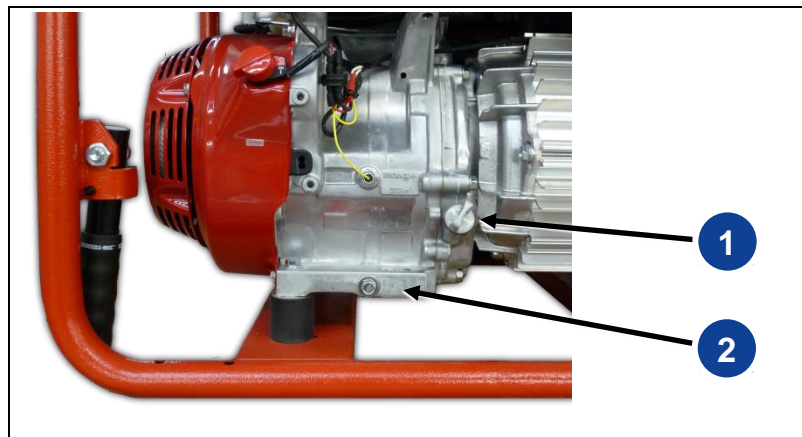

Bild 6-1: Oljesticka och oljeavtappningsplugg
1. Skruva ut den grå oljestickan (Bild 6-1-(1)).
2. Torka av oljestickan (*Bild 6-1-(1)*) en ren trasa.
3. Sätt tillbaka oljestickan (*Bild 6-1-(1)*) och dra ut den igen. Oljenivån på mätstickan måste ligga inom det område som anges i motortillverkarens underhålls- och bruksanvisning för motorn. Om inte, korrigeras genom att fylla på eller tömma ut motorolja!
1. Skruva ut den gråa oljestickan (*Bild 6-1-(1)*).
2. Placera en behållare för att samla upp oljan under oljeavtappningsskruven (*Bild 6-1-(2)*).
3. Skruva loss oljeavtappningsskruven (*Bild 6-1-(2)*) och tappa ur oljan helt.
5. Skruva in oljeavtappningsskruven (*Bild 6-1-(2)*) igen.